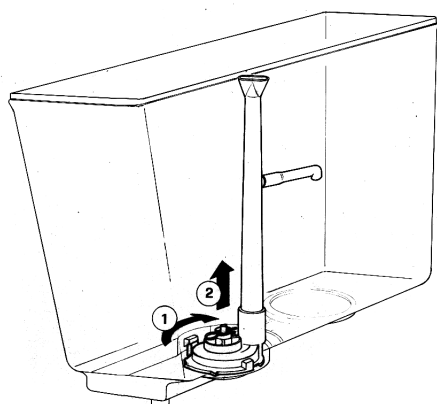

figure 3
- 2 - **Lignes BS**: enlever le groupe de la pompe du réservoir en le tournant dans le sens des aiguilles d'une montre (1) et en le tirant (2). Démontez le tube de refoulement et le tube à "L". Pour enlever la turbine et l'arbre du groupe de la pompe, défilez la goupille de fixation (voir figure 3).